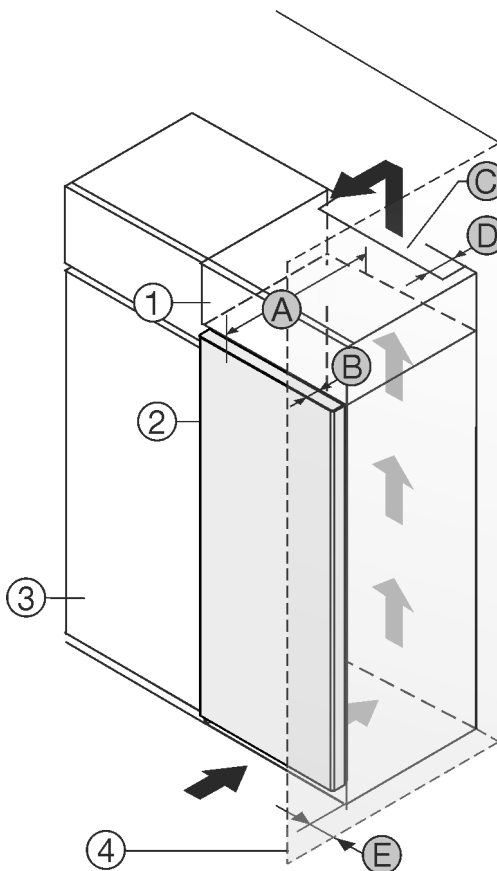

Fig. 1
Можете да поставите уреда непосредствено до кухненския шкаф Fig. 1 (3)*.
От задната страна на шкафа-пристройка трябва да има вентилационен отвор с дълбочина Fig. 1 (D) по цялата ширина на шкафа-пристройка.*
Под тавана на помещението трябва да е спазено сечението за вентилация Fig. 1 (C)*.
Когато уредът се поставя с пантите до стена Fig. 1 (4), разстоянието между уреда и стената трябва да е поне 13 mm.*
Когато уредът се поставя с пантите до стена Fig. 1 (4), разстоянието между уреда и стената трябва да е поне 20 mm.*
За да можете да отваряте вратата изцяло, уредът трябва да е издаден с дълбочината на вратата Fig. 1 (B) спрямо челото на кухненския шкаф. В зависимост от дълбочината на кухненските шкафове Fig. 1 (3) и използването на детайли за отстояние от стената, уредът може да излезе още по-напред.*